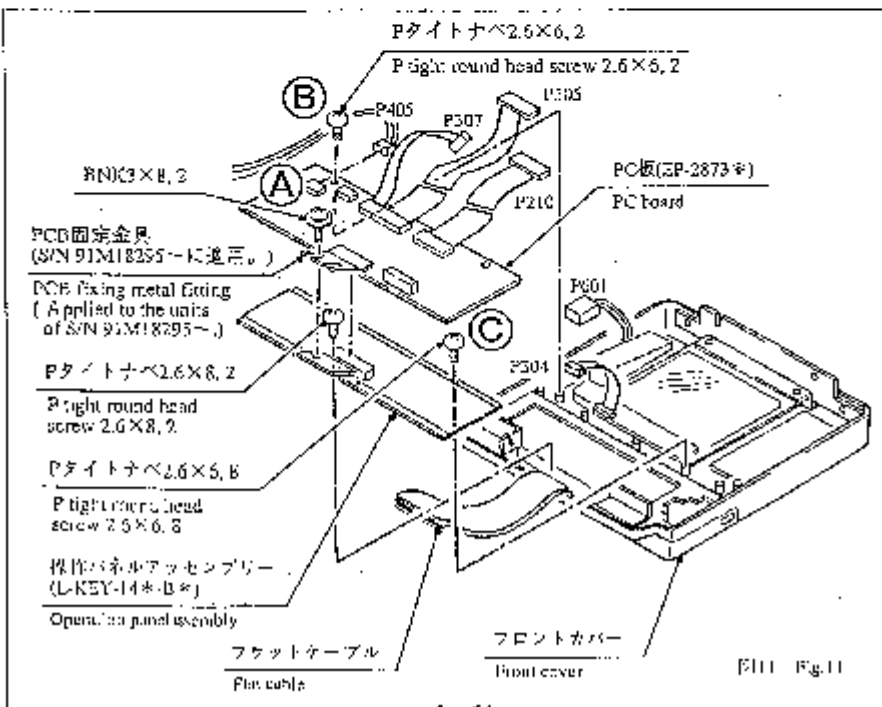

FIG. 11 Fig. 11
- (1) フロントカバーの金具に共締めしてあるねじ2本を取り外す。(図11㉔)